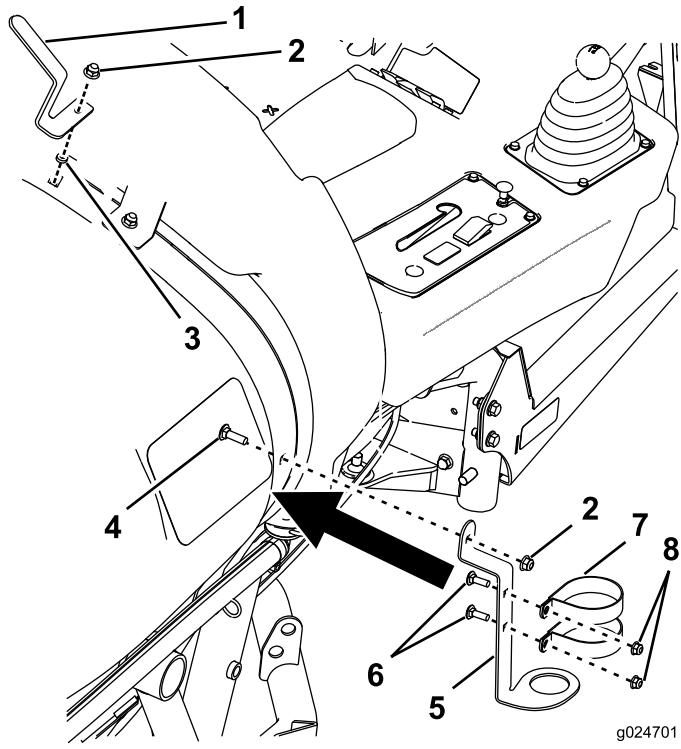

図 3
- スプレー用ブラケットとホースマウントを取り付ける(図3)。